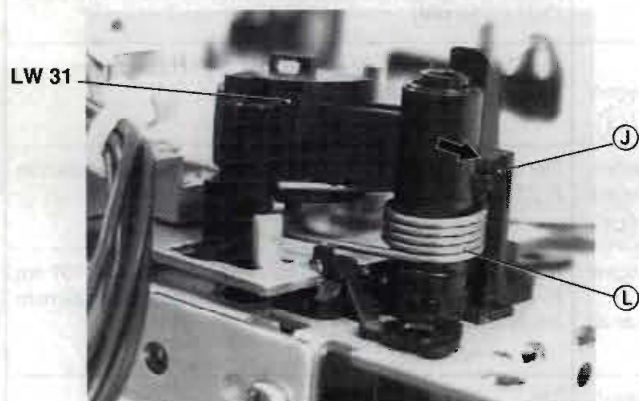

Abb. 10 Fig. 10
- Drücken Sie mit einem Schraubendreher die beiden Rastnasen J (Abb. 10 und 11) nach außen und ziehen Sie den Andruckrollenhebel LW 31 sowie den Hebel K ab.
- With a screwdriver press the two locking lugs J (Fig. 10 and 11) outwards and pull off the pressure roller lever LW 31 and lever K. The torsion spring L is part of the pressure roller lever LW 31 and is to be removed together with the lever.